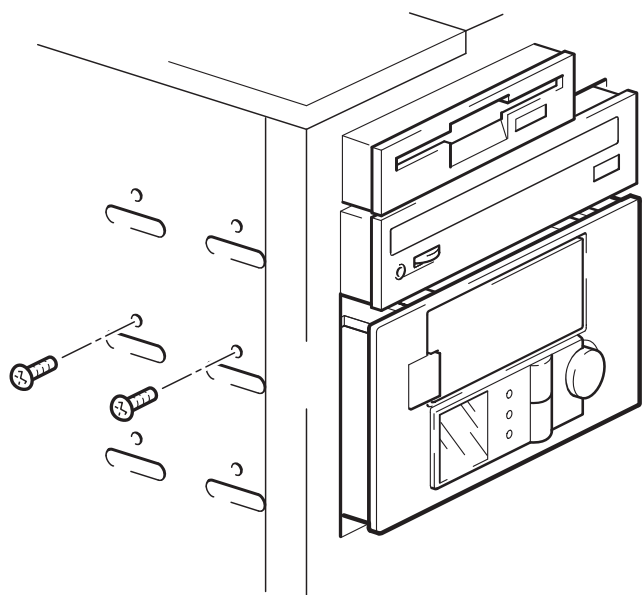

Figura 10b: installazione del caricatore automatico senza gli accessori di montaggio
- 1 Fissare il caricatore nella posizione corretta. Verificare che i fori dello chassis siano allineati con quelli laterali del caricatore e utilizzare le viti fornite con il kit delle guide per bloccare l'unità, come illustrato nella figura 10b.